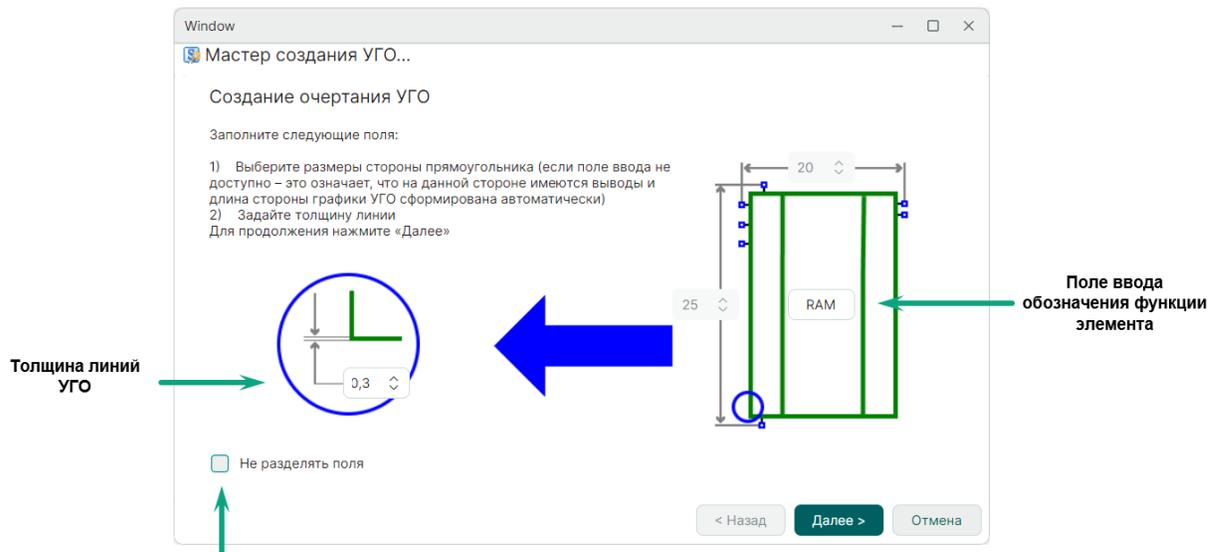

Рис. 236 Настройка графики
5. Настройте графику создаваемого УГО, см. Рис. 236.